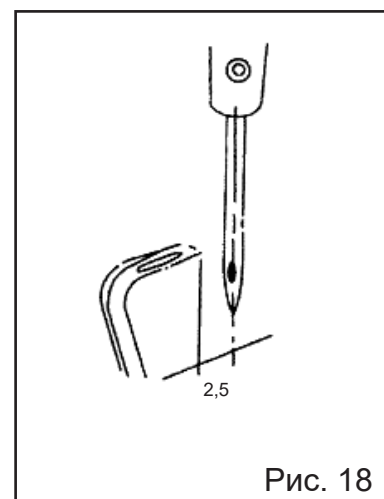

Рис. 18
6. Цепной петлитель и игла (Рис. 18)